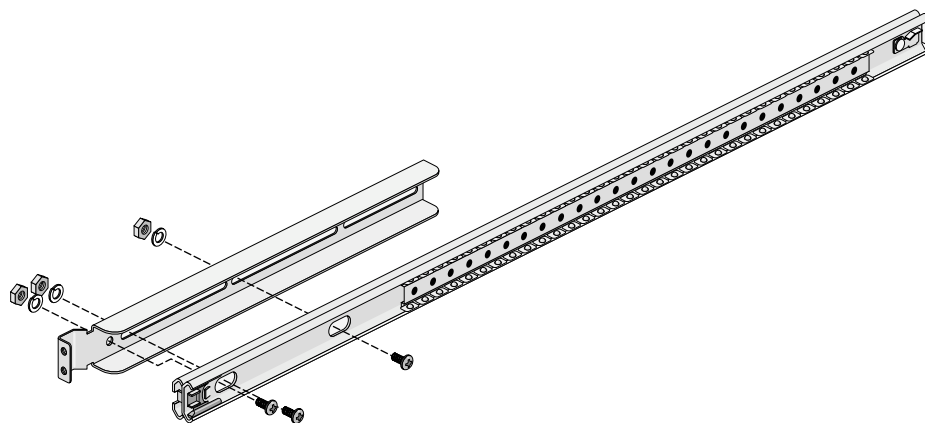

図2-3 前面側のブラケットをスライドに取り付ける
4. M4xL8 ネジ（表2-2参照）を1つ、スライドの前面側の丸穴に通してから、ブラケットの丸穴（図2-3参照）に通します。前面側の穴にネジを通すには、スライドを少し伸ばす必要があります。
6. スライドを再度引っ込めてから、M4xL8 ネジをさらに2つ、スライドに設けられた2つの横長の穴に通し、ブラケットの2つのスロット（図2-3参照）に通します。